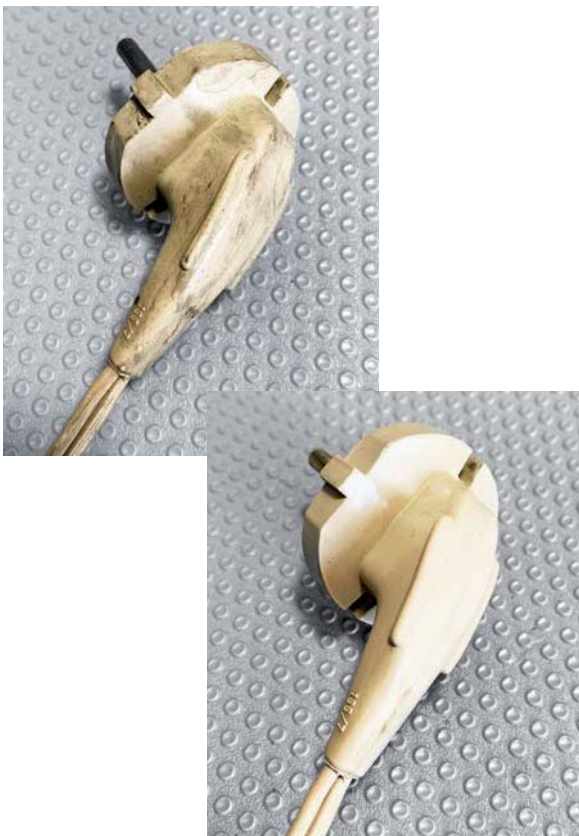

Bild 18: Stecker und Netzkabel vor und nach der Reinigung
- 4) In meiner Eile, den Zusammenbau abzuschließen, hatte ich vergessen, Netzkabel und Stecker zu reinigen. Es sah wirklich schlimm aus, aber nach einer Reinigung mit einem rauen, in Wasser getränktem Tuch und etwas Aceton für die hartnäckigeren Teile, war das Ergebnis wirklich gut (Bild 18). Normalerweise ersetze ich diese zweidrigen Kabel durch ein dreidrigen Kabel, das einen Schutzleiter hat. Die Netzerde ist dann mit dem Chassis des Radios verbunden. Ich beschloss, dies hier nicht zu tun, da das Kabel in ausgezeichnetem Zustand ist, und ich wollte das Radio so original wie möglich erhalten.